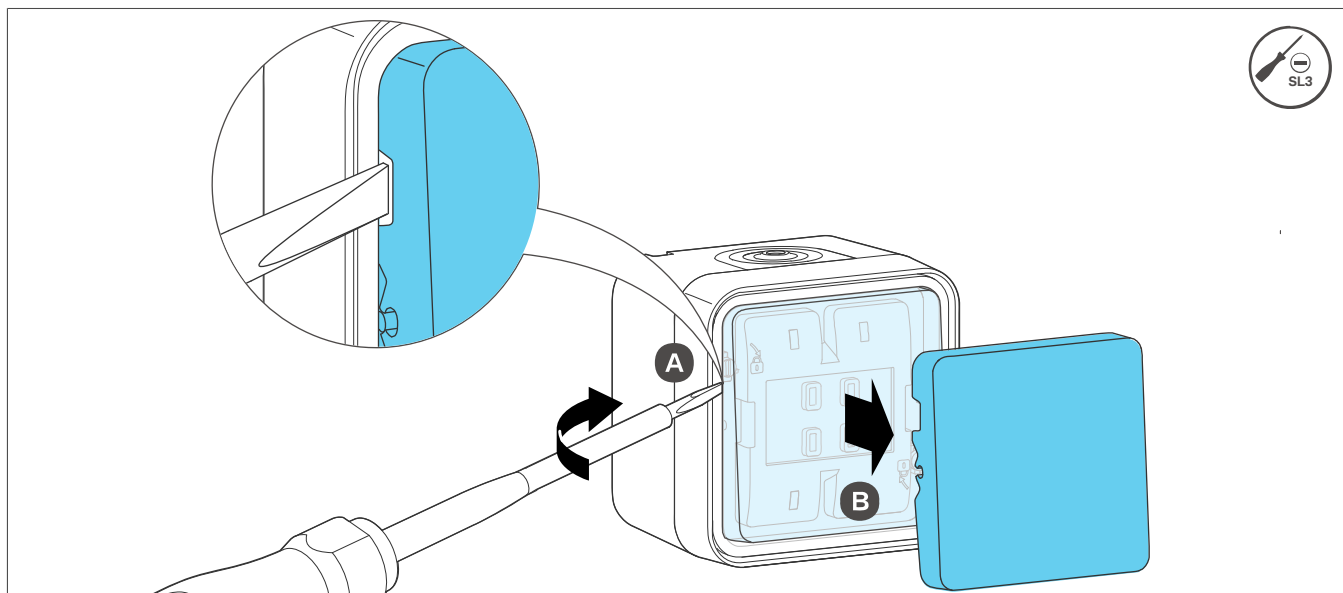

Fig. 2: Rimuovere il bilanciante
- 1 Rimuovere il bilanciante (1) dalla sede A del dispositivo a parete facendo leva con un giravite B (Fig. 2).